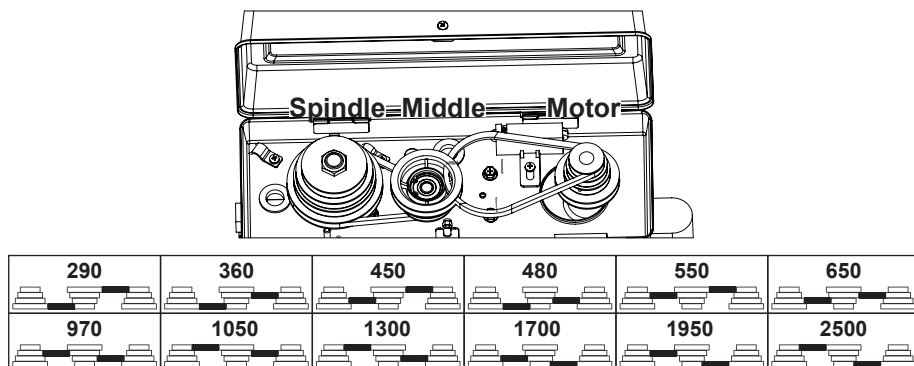

Fig. 15
4. Ajuste as correias (3) de acordo com a velocidade requerida, com base no material que vai ser perfurado. Consulte os detalhes no gráfico de velocidade (Fig. 15).